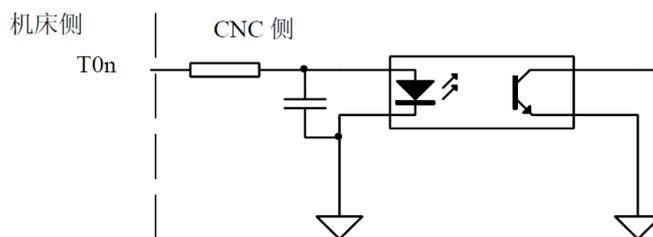

图 2-35
1、T01 ~ T08、TCP 信号采用光耦输入，内部电路图如下图 2-35 所示：